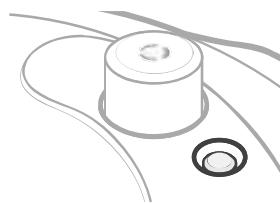

Figura 1.8
- La válvula de flotador indica si hay presión dentro de la olla. La válvula de flotador hacia abajo significa que no hay presión en el interior. [**Figura 1.8**]